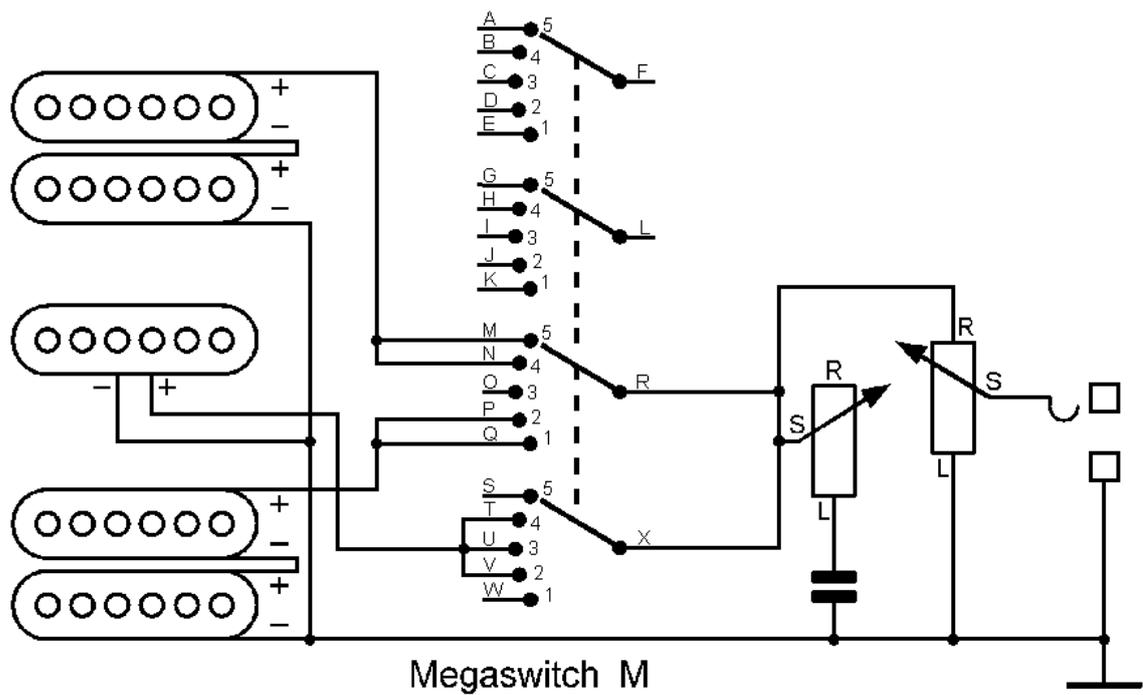

Bild 17. Beide Humbucker seriell betrieben
5. Hals-Humbucker s class="MsoNormal">Eine mögliche Schaltung dazu zeigt **Bild 17**.